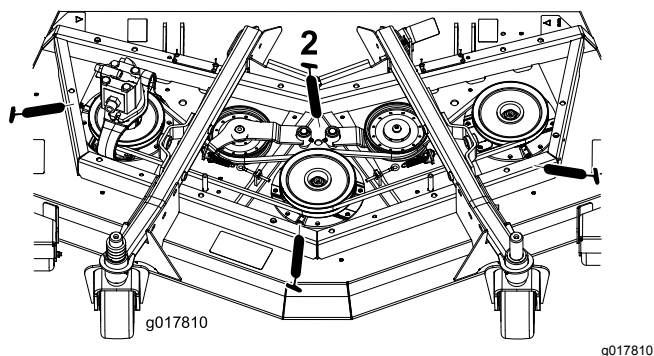

Figure 37
- Roulements d'axe de pivot (3) (Figure 37)
- Bagues de pivot de bras de poulie de tension (2) (Figure 37).